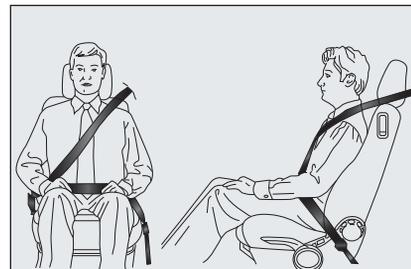

fig. 4
*Il nastro della cintura di sicurezza non deve essere attorcigliato. La parte superiore deve passare sulla spalla e attraversare diagonalmente il torace. La parte inferiore deve aderire al bacino **fig. 4** e non all'addome dell'occupante. Non utilizzare dispositivi (mollette, fermi, ecc.) che tengano le cinture non aderenti al corpo degli occupanti.*